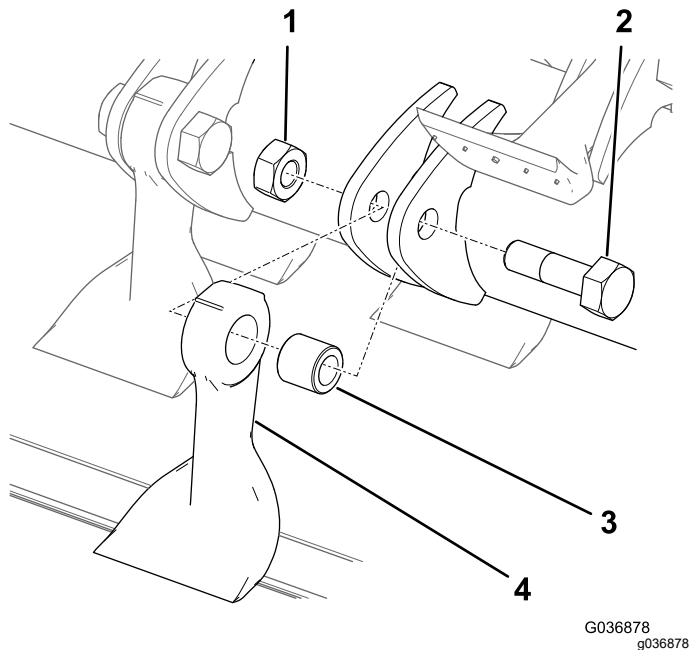

Figura 74
- Afferrando la lama con un panno o un guanto imbottito, rimuovete il dado, il bullone, la boccola e la lama (Figura 74).
- Montate una nuova lama e boccola con un nuovo dado e bullone della lama (Figura 74).